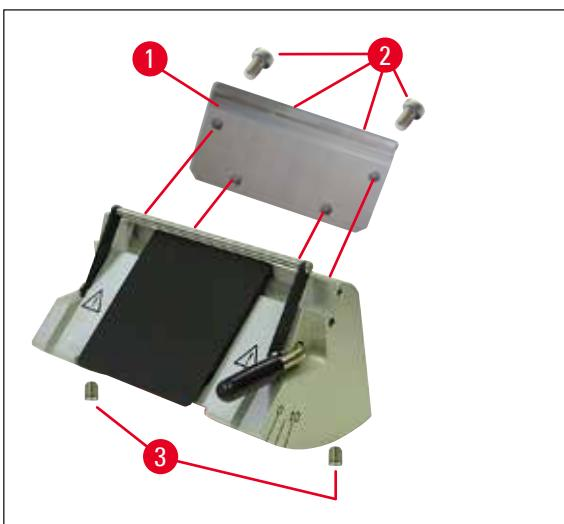
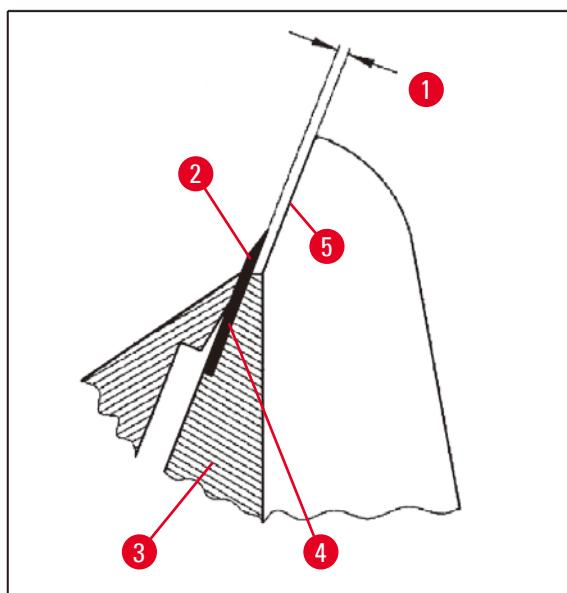

图 34
图 35
- 进行安装时，请确定压板(→ 图40-4)的上沿与后压板(→ 图40-2)的上沿平行且高度相同(另请参见\(→ 第42页 – 图34\), \(→ 第43页 – 图35\))。如果需要，调整压板(→ 第46页 – 5.9.10概述 – 附件)。